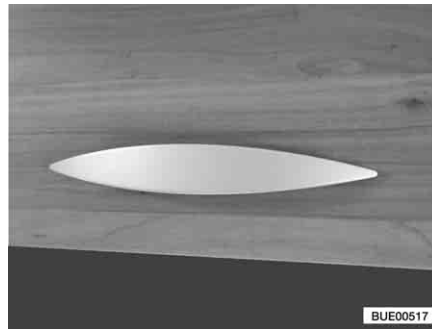

Bild 36 Skåplucka med handtag
- Öppna:** ■ Öppna skåpluckan genom att dra i handtaget (Bild 36).